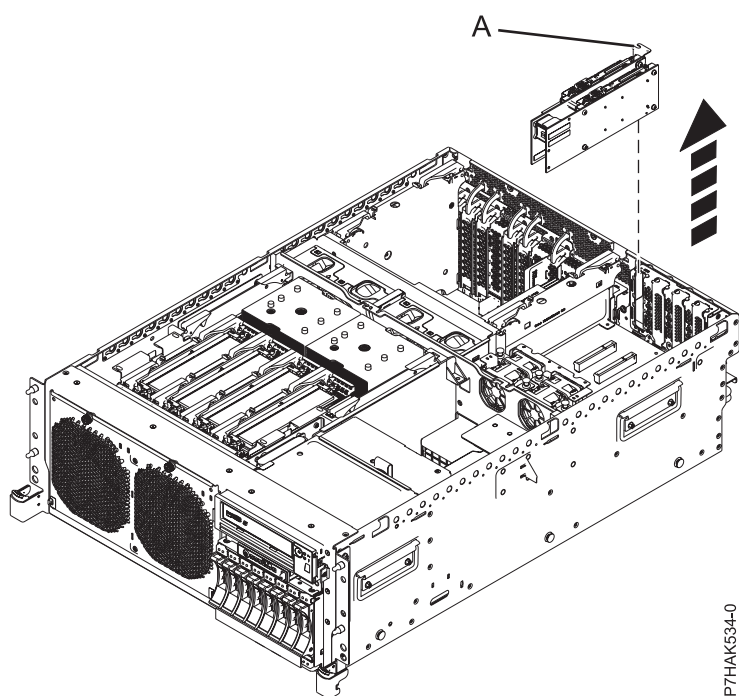
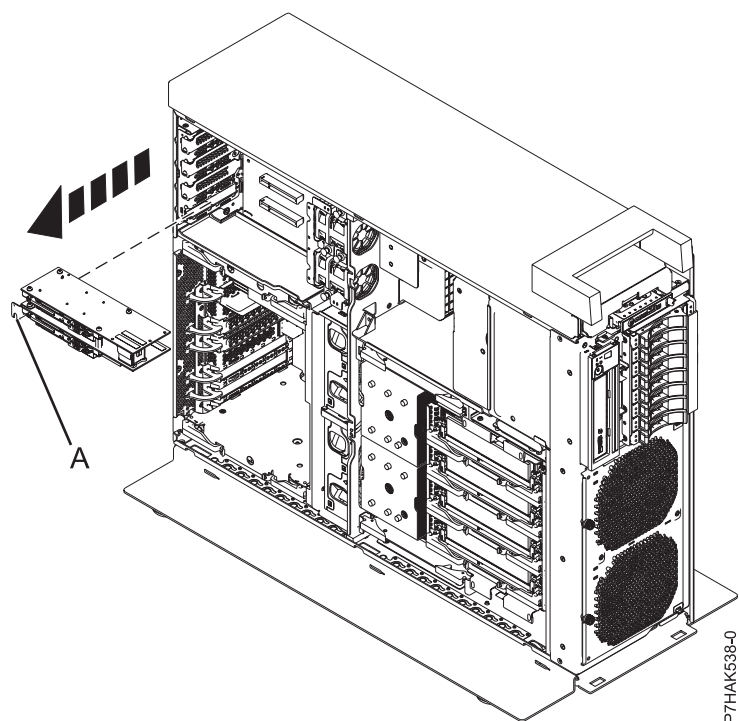

Figura 24. Extracción de un adaptador RAID PCIe y SAS SSD de una tarjeta de expansión en un sistema montado en bastidor
Figura 25. Extracción de un adaptador RAID PCIe y SAS SSD de una tarjeta de expansión en un sistema autónomo
13. Si el sistema tiene una tarjeta de expansión, puede tirar del adaptador PCIe por su contrapunta (A) para extraerlo de la ranura, tal como se muestra en la Figura 24 en la página 32 y en la Figura 25 en la página 32.